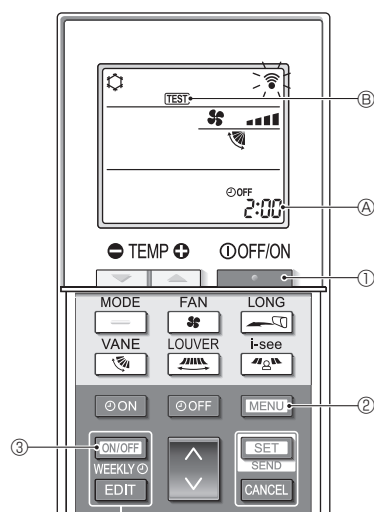

Fig. 7-5
■ Тестовый прогон (Fig. 7-5)
- Нажмите кнопку [ON/OFF WEEKLY] ①, чтобы остановить работу кондиционера воздуха.
- Если недельный таймер активирован (есть надпись [WEEKLY]), нажмите кнопку [ON/OFF WEEKLY] ③ для отключения таймера (нет надписи [WEEKLY]).
- Нажмите и удерживайте в течение 5 секунд кнопку [MENU] ②.
- Нажмите кнопку [MENU] ②.
- Появляется надпись [TEST] ④, и блок переходит в режим тестового прогона.